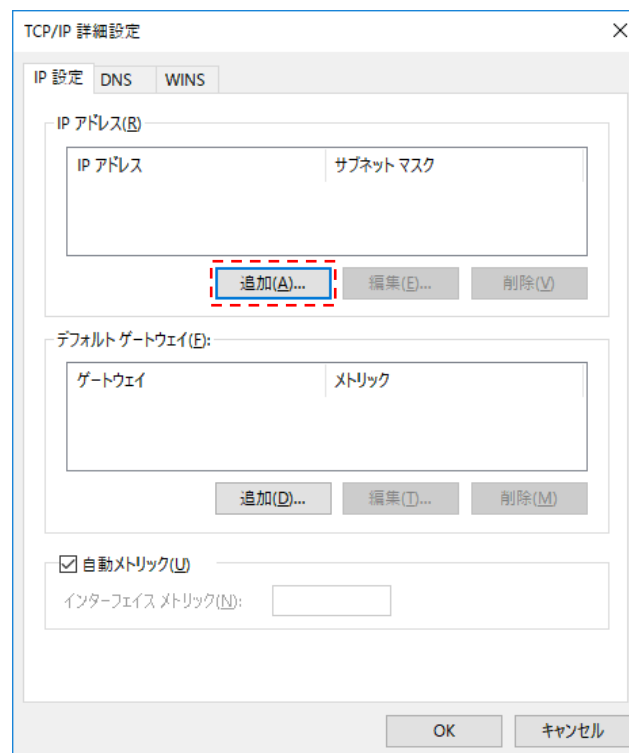

図 3-8 TCP/IP 詳細設定画面
**手順⑤**：TCP/IP 詳細設定画面より、項目「IP アドレス(R)」内の「追加(A)」をクリックしてください。(図 3-8)